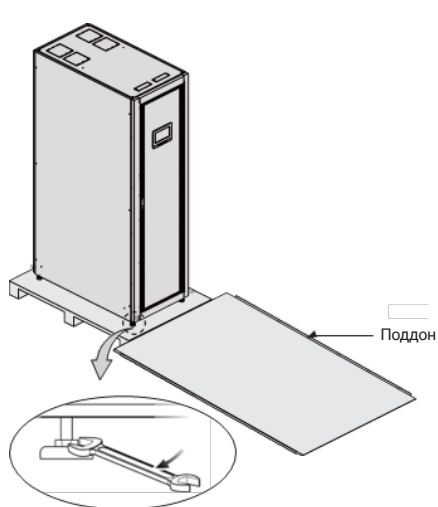

Рис. 4-3. Прикрепление ramпы спереди к поддону и вкручивание ножек
5. Присоедините рампу спереди к поддону (см. Рис. 4-3):
6. Если регулируемые ножки не вкручены, вкрутите их полностью (см. Рис. 4-3).